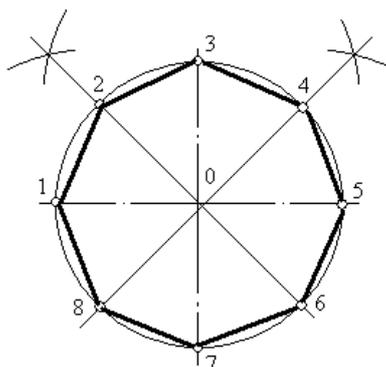

Рис. 4. Деление окружности на восемь равных частей.
2. *Деление окружности на восемь равных частей и построение правильного вписанного восьмиугольника.* Деление окружности на восемь равных частей можно выполнить циркулем. Для этого из точек 1 и 3 (точки пересечения центровых линий с окружностью) произвольным радиусом делаются засечки до взаимного пересечения, тем же радиусом делают две засечки из точек 3 и 5 (рис. 4). Через точки пересечения засечек и центр окружности проводят прямые линии до пересечения с окружностью в точках 2, 4, 6, 8.